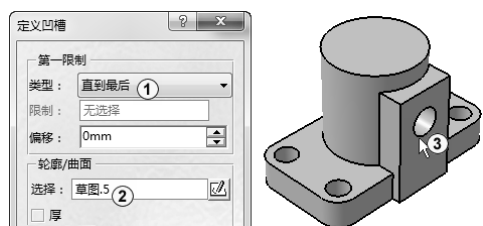

图 3-60 打小孔
单击“凹槽”按钮，弹出“定义凹槽”对话框，单击“类型”下拉列表框，在弹出的下拉列表中选择“直到最后”，在“轮廓/曲面”选项组中的“选择”框中采用系统默认的“草图.5”作为切除断面，如图 3-60 中①②所示，其他采用默认设置，单击“确定”按钮完成凹槽操作，结果如图 3-60 中③所示。